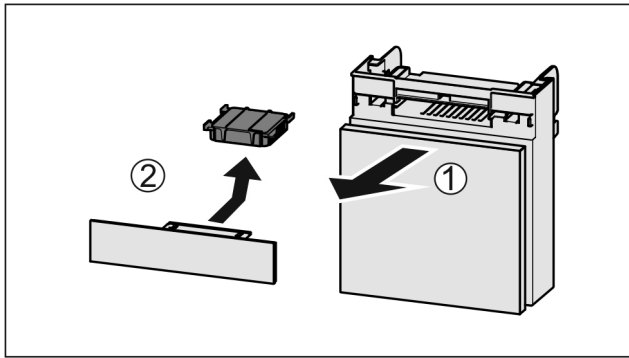

Fig. 165
- ▶ 向前拉出 Fig. 165 (1) 抽屉。
- ▶ 取出 Fig. 165 (2) 活性炭过滤器。